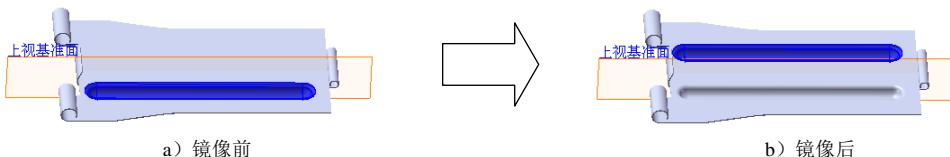
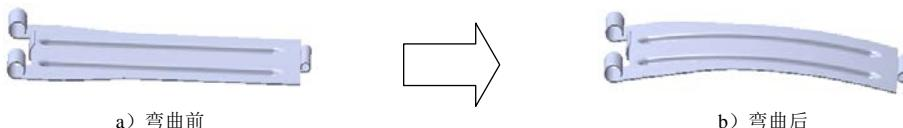

图 14.4.26 镜像 3
图 14.4.27 弯曲 1
Step15. 创建图 14.4.26 所示的镜像 3。
- (1) 选择命令。选择下拉菜单 **插入(I)** → **阵列/镜向(E)** → **镜向(M)...** 命令。
- (2) 定义镜像基准面。选取上视基准面作为镜像基准面。
- (3) 定义镜像对象。选择成形特征 1 作为镜像 3 的对象。
- (4) 单击 按钮，完成镜像 3 的创建。
Step16. 创建图 14.4.27 所示的零件基础特征——弯曲 1。
- (1) 选择命令。选择下拉菜单 **插入(I)** → **特征(E)** → **弯曲(C)...** 命令。
- (2) 选取弯曲实体及类型。选取整个模型作为弯曲实体，在 **弯曲输入(F)** 区域中选中 折弯(B) 单选项。